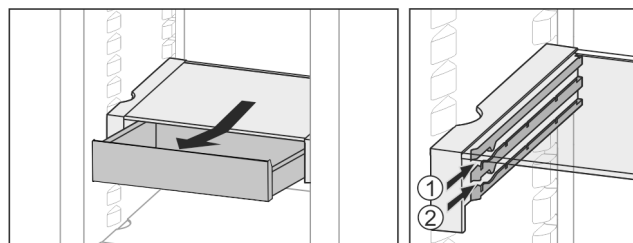

Fig. 28
- Вставити на будь-якій висоті Fig. 28 (1) або Fig. 28 (2).